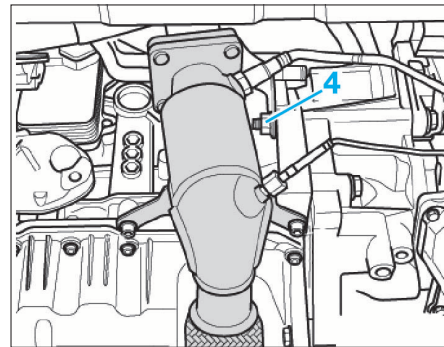

FIG. 13
- Déposer les câbles (2) et (3) au niveau du démarreur et les dégager.
- Déposer l'écrou (4) du support de collecteur d'échappement (Fig.13).